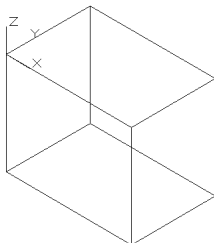

图 9-3 选择对象确定坐标系
(3) 对象 (OB): 根据选定三维对象定义新的坐标系, 如图 9-3 所示。新建 UCS 的拉伸方向 (Z 轴正方向) 与选定对象的拉伸方向相同。选择该选项, 命令行提示与操作如下: